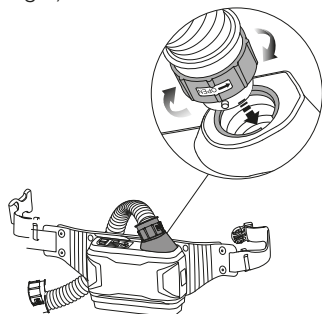

fig.7
- Collegare un'estremità del tubo di respirazione al copricapo e l'altra estremità all'uscita del gruppo motore. Ruotare l'estremità inferiore del tubo di respirazione per bloccarlo saldamente in posizione (vedere fig.7).